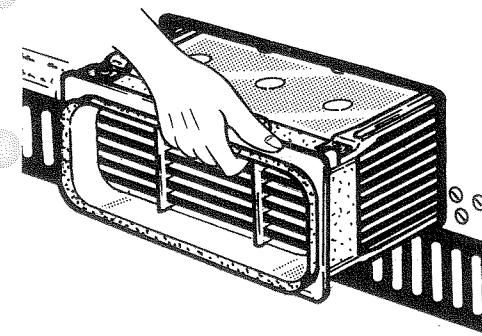

Fig. 8
2. Rengör luftkondensorn (fig. 8) då och då. Om du använder din tumlare mycket ofta ska den göras ren 5–6 ggr. per år.